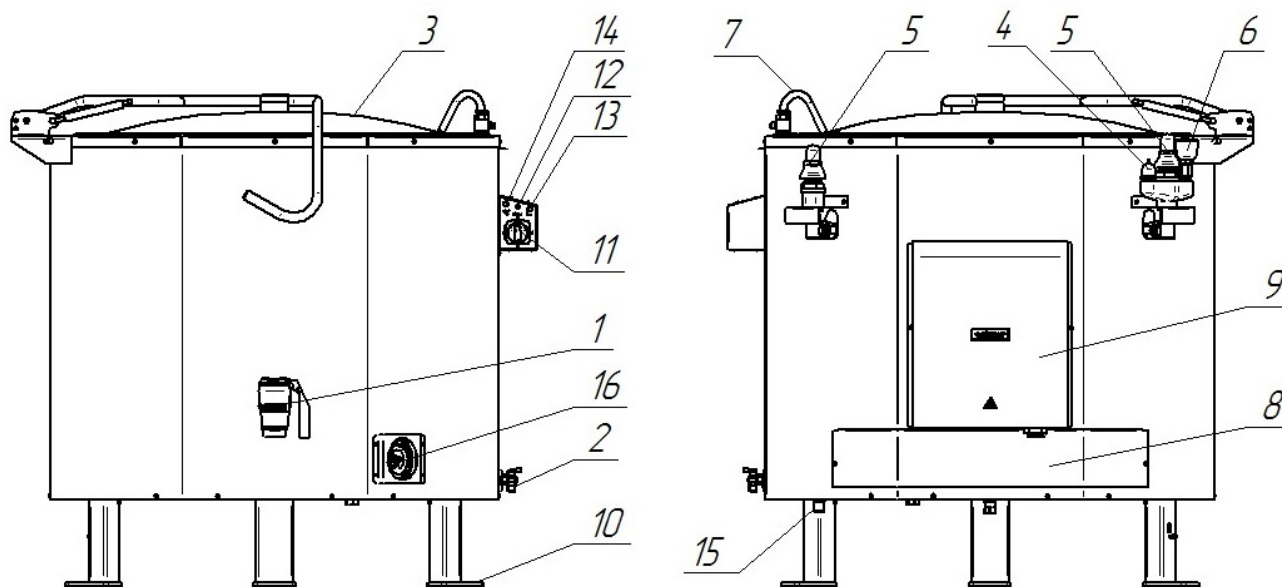

Рис. 1
Устройство котла приведено на рис. 1.
Уровень воды, заливаемый в парогенератор через заливную воронку (рис. 1 поз. 6), контролируется краном уровня (рис. 1 поз. 2).
Защиту ТЭНов от «сухого хода» обеспечивает блок управления (рис. 1 поз. 9) при помощи двух датчиков контроля уровня воды в парогенераторе. Блок управления, по сигналу полученному от датчиков контроля уровня воды, формирует команду на включение и выключение цепей управления и индикации. Под термином «сухой ход» принято понимать положение, при котором ТЭНы вследствие понижения уровня воды в «рубашке» оказываются полностью или частично не погружены в воду.
Защита ТЭНов от «сухого хода» осуществляется следующим образом: при понижении уровня воды ниже датчиков контроля уровня воды в парогенераторе блок управления формирует сигнал на отключение цепи питания пускателей КМ1...КМ3 и формирует сигнал на зажигание сигнальной лампы «Сухой ход» (рис. 1 поз. 14).
Вода в варочный сосуд подается через кран залива (рис. 1 поз. 7).
Слив содержимого из варочного сосуда производится через сливной кран (рис. 1 поз. 1). Отверстие к сливному крану, расположенное внутри сосуда, закрывается съемным фильтром.
Варочный сосуд сверху закрыт крышкой (рис. 1 поз. 3) Крышка варочного сосуда фиксируется в открытом положении при помощи газовых пружин.
Котел устанавливается на ножки (рис. 1 поз. 10).
Заливная воронка с краном служит для залива воды в паровую «рубашку» (рис. 1 поз. 6). Для предотвращения чрезмерного повышения давления в пароводяной «рубашке» установлены два предохранительных клапана (рис. 1 поз 5), которые срабатывают при превышении давления в «рубашке» (50 ± 65) кПа ($0,50 \pm 0,65$ кгс/см²). Для предотвращения создания чрезмерного разрежения установлен вакуумный клапан (рис. 1 поз. 4), который срабатывает при создании разрежения в пароводяной «рубашке» более 0,01 кгс/см².
Для регулирования давления внутри «рубашки» предусмотрен электроконтактный манометр. Электроконтактный манометр расположен на панели управления (рис. 1 поз. 16) и настроен на верхнее рабочее давление 0,60 кгс/см² и нижнее рабочее давление 0,45 кгс/см². При достижении верхнего рабочего давления внутри «рубашки» электроконтактный манометр выдает сигнал на блок управления. В свою очередь блок управления формирует команду на отключение всех ТЭНов. ТЭНы находятся в отключенном состоянии, пока давление внутри «рубашки» не достигнет нижнего рабочего давления.
- сигнальная лампа «Сеть» (рис. 1 поз. 13, белый светофильтр);
- сигнальная лампа «Работа» (рис. 1 поз. 12, оранжевый светофильтр);
- сигнальная лампа «Сухой ход» (рис. 1 поз. 14, красный светофильтр);
- переключатель мощности (рис. 1 поз. 11).
Регулирование величины мощности нагрева котла производится установкой ручки переключателя (рис. 1 поз 11) в положение «1», «2», «3», что соответствует слабому, среднему и сильному нагреву. Отключение нагрева производится установкой ручки переключателя в положение «0».
- установить заливную воронку на кран (рис. 1 поз. б). Кран заливной воронки перевести в положение «Открыто»;
- на панели управления котла переключатель (рис. 1 поз. 11) установить в положение «0»;